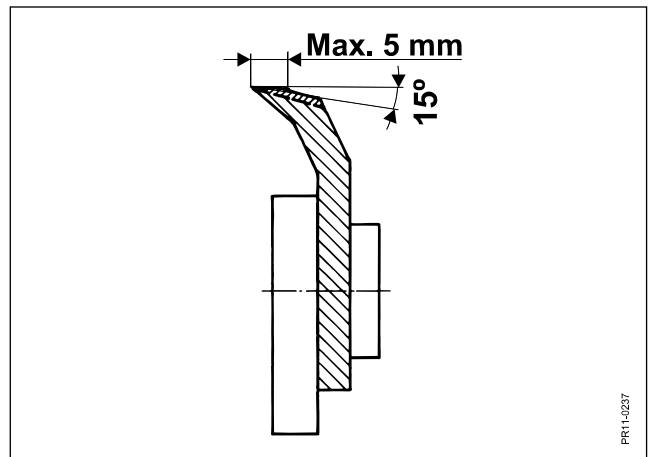

Fig. 4.15
- Fig. 4.15** For at undgå unødigg kraftforbrug under snitning og ekstra stort slid på slibestenen, må der foretages en grovslibning eller afretning af knivene (bagkant slibes ned i en vinkel på ca. 15°), når skærekanten er 5 mm bred eller derover.